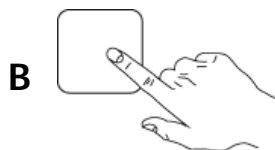

Abb. 15
- 4- Den Waschzyklus wählen, indem Sie den KNOPF "B" drücken. (Abb. 15)